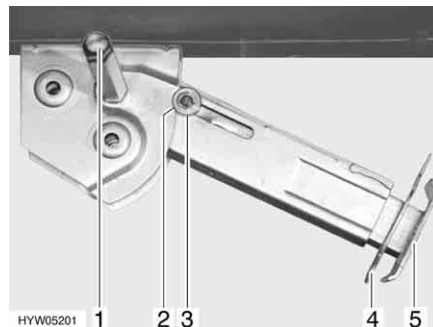

Bild 29 Hubstütze
- Am Sechskant (Bild 29,1) den Steckschlüssel aufstecken und drehen, bis die Hubstütze senkrecht nach unten steht.
- Splint (Bild 29,4) aus der Stützfußverlängerung (Bild 29,5) herausziehen.
- Am Sechskant (Bild 29,1) den Steckschlüssel aufstecken und drehen, bis die Hubstütze wieder vom Boden frei ist.
- Stützfußverlängerung (Bild 29,5) ganz einschieben und Splint (Bild 29,4) in die vorgesehene Bohrung an der Stützfußverlängerung stecken.
- Mit Steckschlüssel am Sechskant (Bild 29,1) drehen, bis Hubstütze nach oben geschwenkt und die Führungsscheibe (Bild 29,3) vollständig in die Kerbe (Bild 29,2) eingefahren ist.